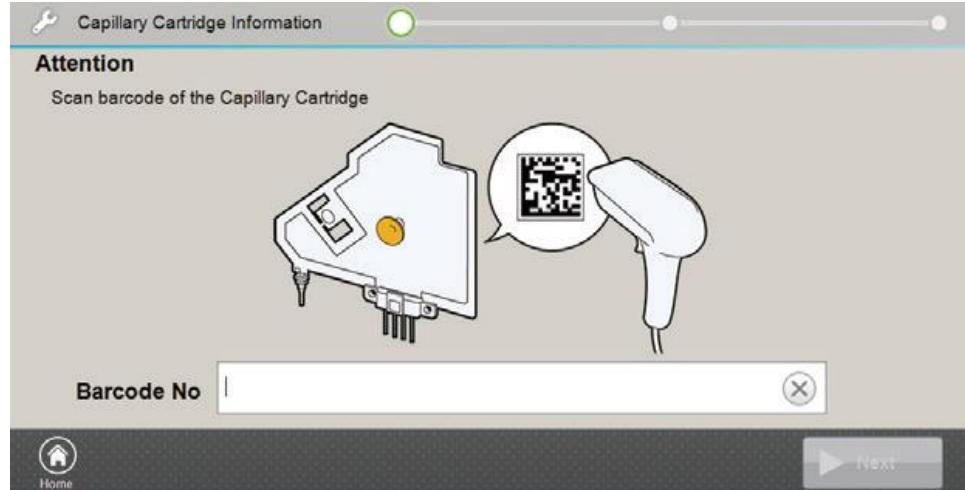

図 31 キャピラリーカートリッジのバーコードの読み込み画面
- フッターにある **Install** のボタンを押してキャピラリーカートリッジのバーコードの読み込み画面（図 31）を表示させてください。